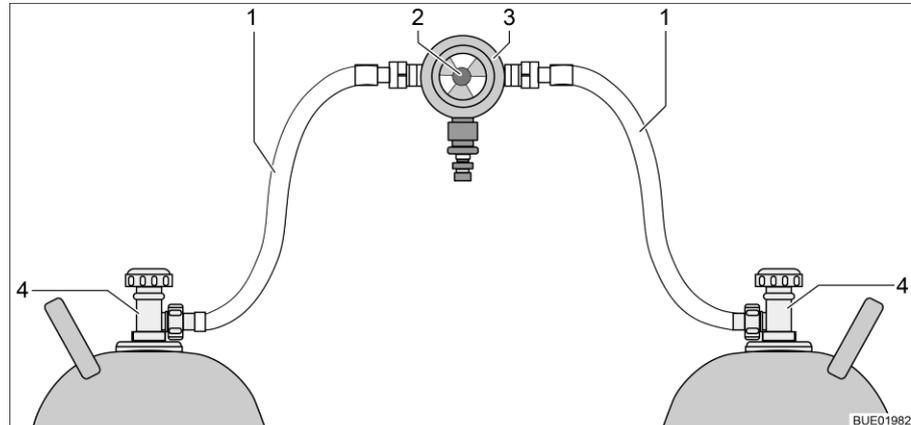
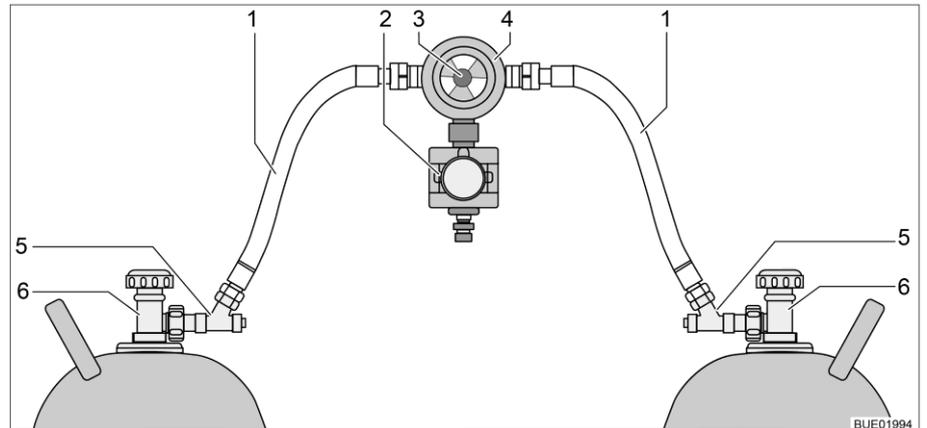

Fig. 111 Dispositif de commutation entre bouteilles de gaz
Fig. 112 Dispositif de commutation entre bouteilles de gaz avec CPU
Le dispositif de commutation entre bouteilles de gaz se compose d'un régulateur de pression du gaz combiné à une valve de commutation et indicateur (Fig. 111,3). Le dispositif de commutation entre bouteilles de gaz est monté entre les deux lyres (Fig. 111,1).
Le dispositif de commutation entre bouteilles de gaz se compose d'un régulateur de pression du gaz combiné à une valve de commutation et indicateur (Fig. 112,4) et d'une électrovanne (Fig. 112,2). L'électrovanne bloque l'arrivée du gaz au véhicule en cas de freinage brusque, d'accident ou de pente inhabituellement forte. Le dispositif de commutation entre bouteilles de gaz est monté entre les deux lyres (Fig. 112,1) avec des sécurités de rupture de tuyau (Fig. 112,5).
Le bouton rotatif (Fig. 111,2 ou Fig. 112,3), situé sur le dispositif de commutation entre bouteilles de gaz permet de définir laquelle des bouteilles de gaz est celle de service et laquelle est celle de réserve.
Seules les fonctions électriques peuvent être activées sur l'unité de commande (Fig. 113). Les robinets principaux des bouteilles de gaz (Fig. 111,4 et Fig. 112,6) doivent être ouverts ou fermés manuellement.
- Ouvrir les robinets principaux des bouteilles de gaz (Fig. 111,4 ou Fig. 112,6).
- Appuyer sur les sécurités de rupture de tuyau (Fig. 112,5) l'une après l'autre pendant 10 secondes.
- Choisir la bouteille de gaz avec le bouton rotatif (Fig. 111,2 ou Fig. 112,3) du dispositif de commutation à partir de laquelle le gaz doit être utilisé prioritairement (bouteille de service).
- Fermer les robinets principaux des bouteilles de gaz (Fig. 111,4 ou Fig. 112,6).